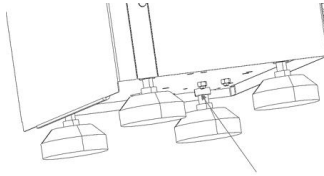

ABB.4
Um die Höhe und die Waagerechtigkeit der Workstation anzupassen, können Sie die folgenden Schritte befolgen, wie in ABB. 4 gezeigt.
- 1) Lösen Sie die Mutter, die durch den Pfeil in ABB. 4 angezeigt wird.